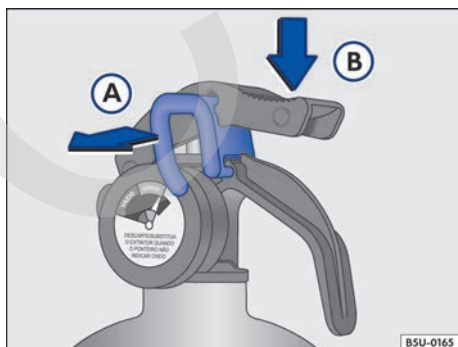

Fig. 150 Secuencia de uso del extintor de incendio.
- Tirar de la traba → fig. 150 (A) para romper el lacre.
- Apretar el gatillo → fig. 150 (B) esparciendo el polvo.